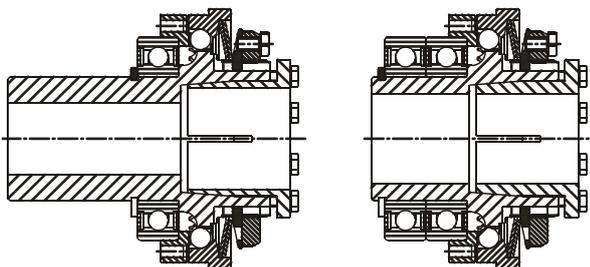

Рис. 2
Для крайне широкого ведомого элемента или для элементов с малым диаметром рекомендуется EAS[®]-compact[®] с длинной выступающей втулкой (Тип 490.___.1 / Рис. 2).
При очень малом диаметре ведомый элемент будет соединяться с фланцем (2) муфты болтами через промежуточный фланец конструкции заказчика. При повышенных радиальных силах должно быть использовано исполнение с 2-х рядным подшипником (Тип 490.___.2 / Рис. 2).